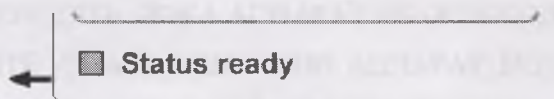

Рисунок 14
7.2.4 При одном пользователе, когда индикатор станет зеленым и высветится **Status ready** (Готов), аппарат готов к съемке (см. рисунок 14).